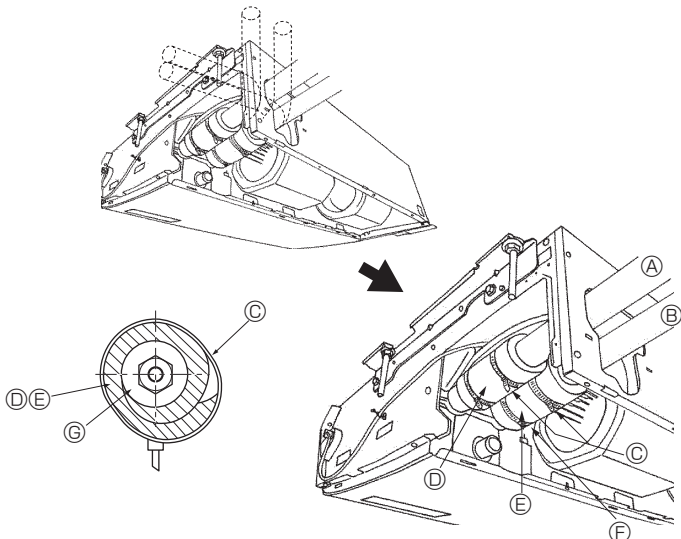

Fig. 4-2
③ Bütün geçme yatağı yüzeyine soğutucu makine yağı sürün.
4.2. İç Ünite (Fig. 4-2)